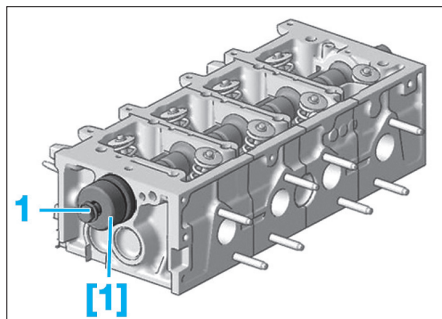

Fig. 36
- Monter un joint à lèvres neuf à l'aide de l'outil [1] et de la vis (1) (Fig.36).